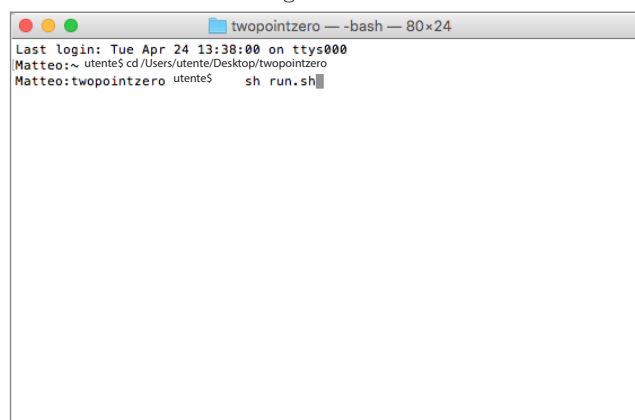

Figura 2-45
- digitare **sh run.sh** e premere Invio (Figura 2-45)